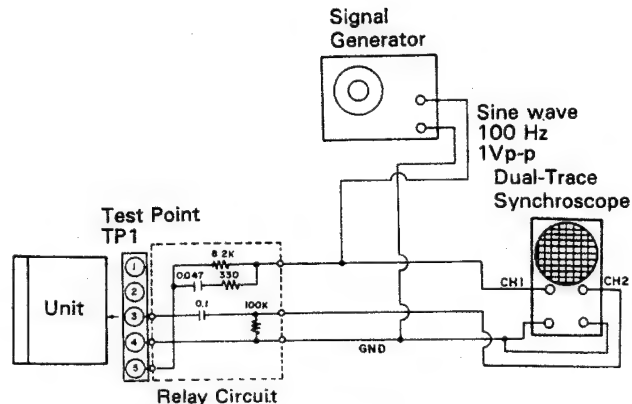

Figure 16-1
(1) Adjustment of focus balance
- Connect an oscilloscope as shown in Fig. 16-1.
Relay circuits must be included in the circuitry connections shown in Figs. 16-1 and 16-2. Without these relay circuits connected, the output waveform on oscilloscope become unclear or no sync operation is available.
(1) Einstellung der Fokus-Balance
- a. Das Oszilloskop anschließen, wie in Abb. 16-1 dargestellt.
Die Relaisschaltungen müssen in den Schaltverbindungen (Abb. 16-1 und 16-2) enthalten sein. Ohne das Vorhandensein dieser Relais-Schaltverbindungen, ist die Ausgangswellenform am Oszilloskop unklar bzw. es ist kein Synchronisierungsbetrieb möglich.
(1) Réglage de l'équilibre de foyer
- a. Raccorder un oscilloscope de la manière indiquée à la Fig. 16-1.
Les circuits de relais doivent être compris dans les connexions des circuits indiquées dans les Fig. 16-1 et 16-2. Si ces circuits de relais ne sont pas connectés, la forme d'onde de sortie sur l'oscilloscope devient peu claire et l'opération sync. N'est pas possible.